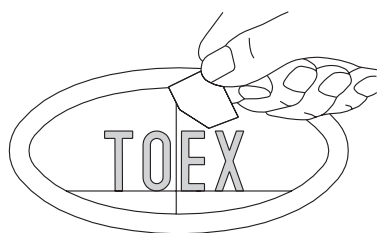

図5-4
④裏紙をはがしネームシールがサインプレートからはがれないようにしっかり貼り付けてからセンターラインと水平ラインを消してください。(図5-4参照)